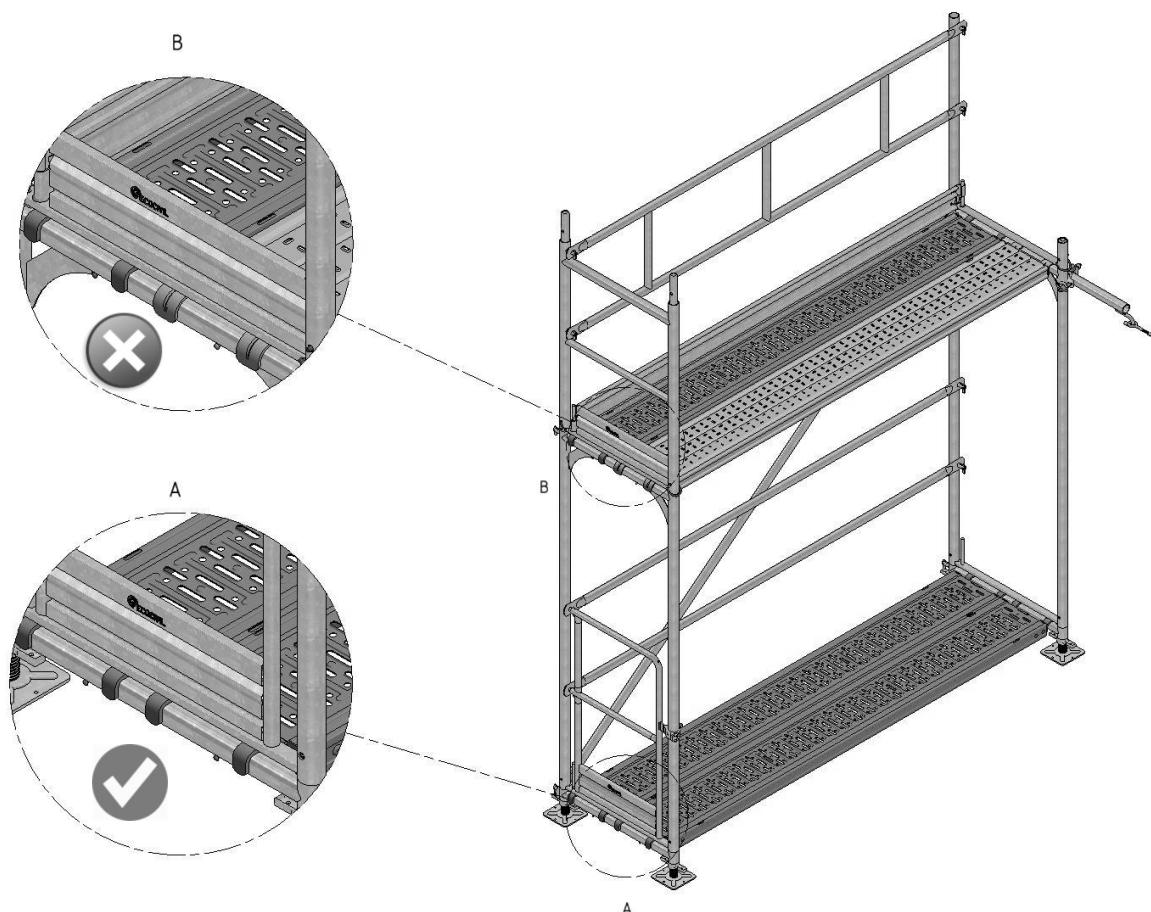

Figura 10
Exemplo andaime com 8 x 12 metros (altura x comprimento) (*Figura 10*):
Não podem estar no mesmo patamar 2 tipos de pranchas diferentes como se pode comprovar na (*Figura 10*).
- A identificação das pranchas na (*Figura 10*) é apenas simbólica para distinção de modelos.